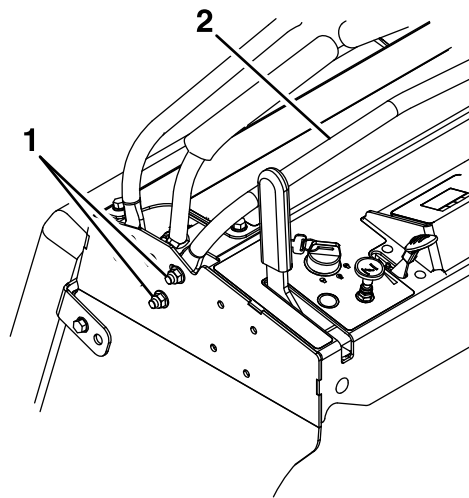

Рисунок 12
- Ослабьте болты с обеих сторон стойки управления, ослабив по 2 гайки с каждой стороны (в общей сложности четыре гайки) на консоли (см. Рисунок 12).